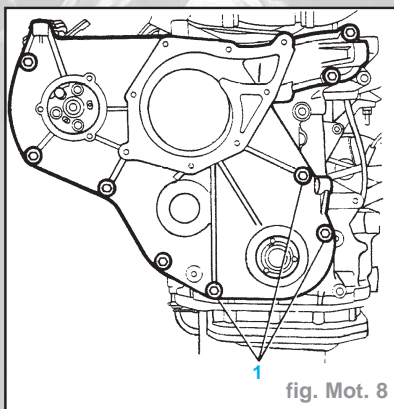

fig. Mot. 8
- Et enfin, pour accéder à la courroie et aux pignons de distribution, retirer les neuf boulons (1) et dégager avec précaution la plaque de recouvrement du couvercle avant (Fig. Mot. 8).